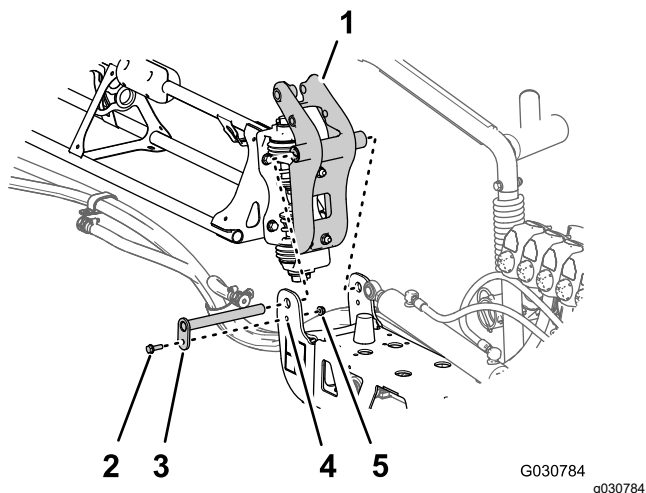

Figura 125
3. Alinee los casquillos del acoplamiento de giro con los orificios de las pestañas del soporte de giro situado en el extremo de la sección de fumigación central (Figura 125).